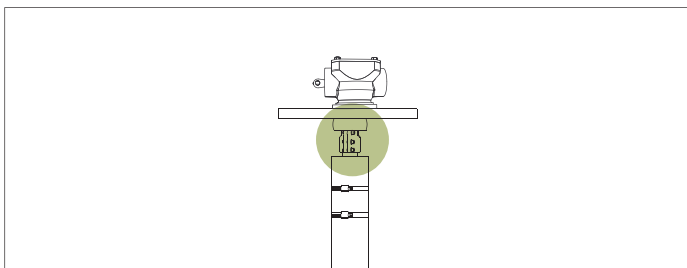

Рис. 47. Присоединение вала квадратного сечения к коническому редуктору
1. Присоедините вал с установленными полумуфтами к валу конического редуктора. См. рис. 47.